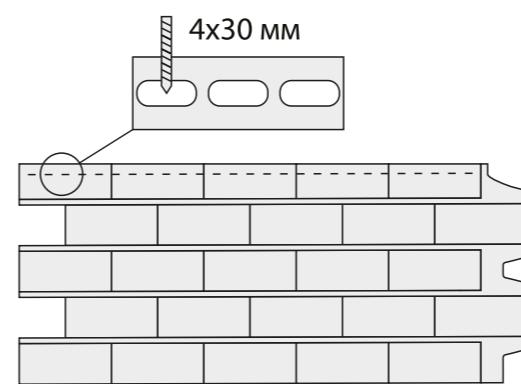

Рис. 13
**Внимание!** Если габариты панели не позволяют её согнуть, сделайте в верхней части панели продольные горизонтальные отверстия  $4 \times 30$  мм (рис. 13).